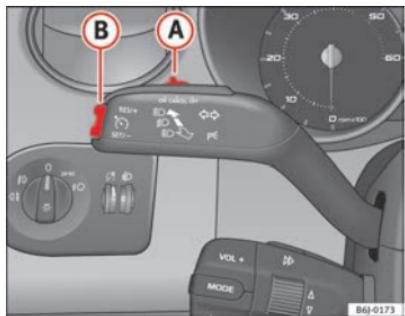

Fig. 108 Palanca de intermitentes y de luz de carretera: mando y tecla basculante para el regulador de velocidad
- Mueva el mando ⇒ **fig. 108 A** hacia la izquierda hasta la posición **ON**.